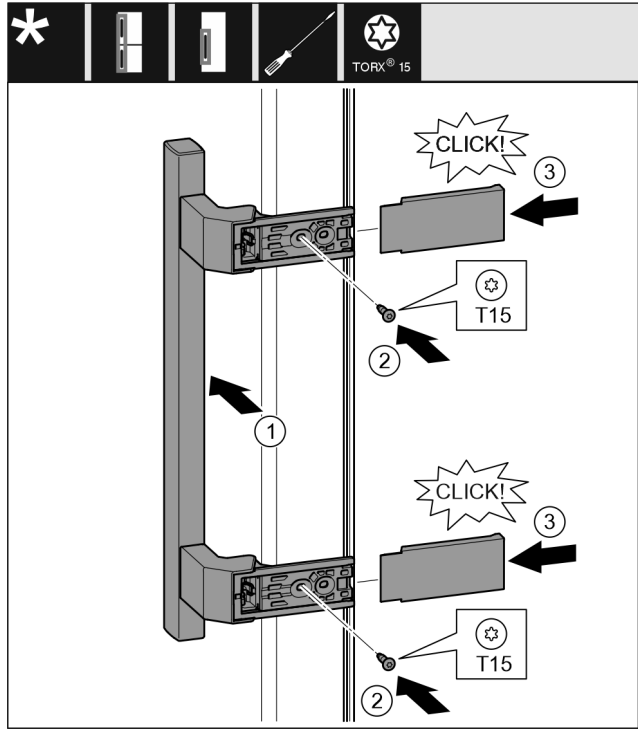

Fig. 11
- Aseta kahva vastapäiselle puolelle. Fig. 11 (1)
- Kierrä ruuvit kiinni T15-ruuvimeisselillä. Fig. 11 (2)
- Aseta suojukset sivulle ja työnnä paikalleen. Fig. 11 (3)